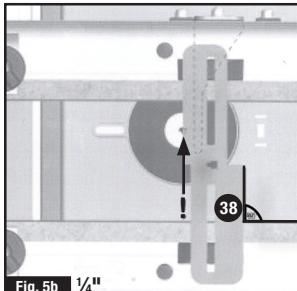
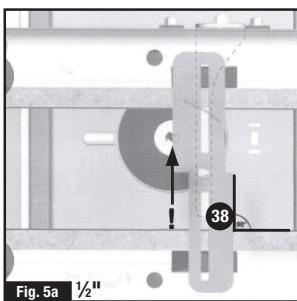

Fig. 5b 1/4"
Fig. 5a 1/2"
Ajustez la butée de peigne appropriée (de  $\frac{1}{4}$ " ou  $\frac{1}{2}$ ) contre le peigne et resserrez l'écrou. Pour  $\frac{1}{2}$ " servez-vous de la butée orientée vers le côté traverse et pour  $\frac{1}{4}$ " servez-vous de la butée située sur le côté du peigne qui est orienté vers le coulisseau. Voir Figures 5a et 5b.
7. La butée de fraisage initiale (38) permet de fixer le décalage des pièces d'ouvrage à fraiser et assembler. Elle présente un épaulement de  $\frac{1}{4}$ " d'un côté et un épaulement de  $\frac{1}{2}$ " de l'autre. Elle permet également de déterminer l'emplacement du premier peigne. Pour commencer, procédez au montage montré sur les Figures 5a et 5b (vu depuis le côté avant de la table pour défonceuse, côté pourvu de l'interrupteur intégré). Placez la butée de fraisage initiale sur son support, les ergots s'insérant dans les longues fentes. Desserrez les écrous et placez les supports, à vue de nez, pour aligner le bord de la butée de fraisage initiale par rapport au centre de la fraise (indiqué par un point d'exclamation « ! » sur les Figures 5a et 5b). A l'aide d'une équerre, vérifiez qu'elle soit à  $90^\circ$  par rapport au guide. Réajustez si nécessaire après avoir réalisé l'assemblage d'essai.
- Installez la butée de fraisage initiale de la manière indiquée en Figure 5a et Figure 5b. Faites-la coulisser vers l'avant ou vers l'arrière jusqu'à ce que l'épaulement soit à peu-près à mi-chemin entre les guides.